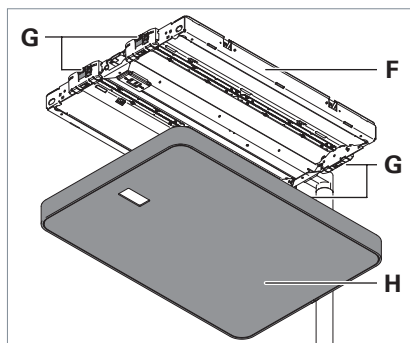

Fig. 23: Démontez le cadre de protection.
- Appuyez sur les quatre crochets **G** jusqu'à ce que le cadre de protection **H** se détache et enlevez le cadre de protection du châssis du luminaire **F** en le tirant vers le bas, voir Fig. 23.